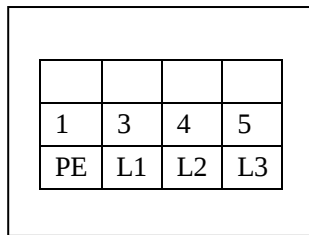

Рис. 21
- Открыть переднюю крышку пульта - Схема соединения 400 В AC: четыре провода (сечением 2,5мм²), три фазовых провода, один – заземление. Подсоединяются к клеммам L1,L2,L3, провод заземления подсоединяется к клемме со знаком PE в первую очередь. Затем к болтам заземления платформ, находящихся на напольном основании (рис. 21).